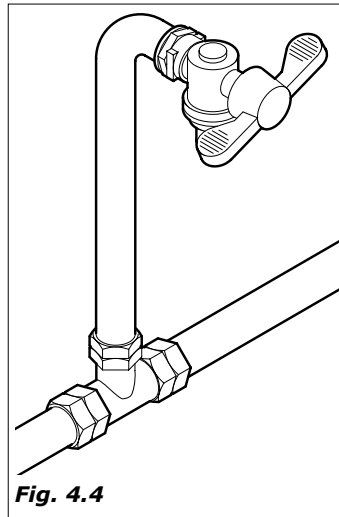

Fig. 4.4
- instalar, si no lo hay, un grifo de fácil acceso, aislar el aparato de la red hídrica en el caso que fuese necesario (Fig.4.4).